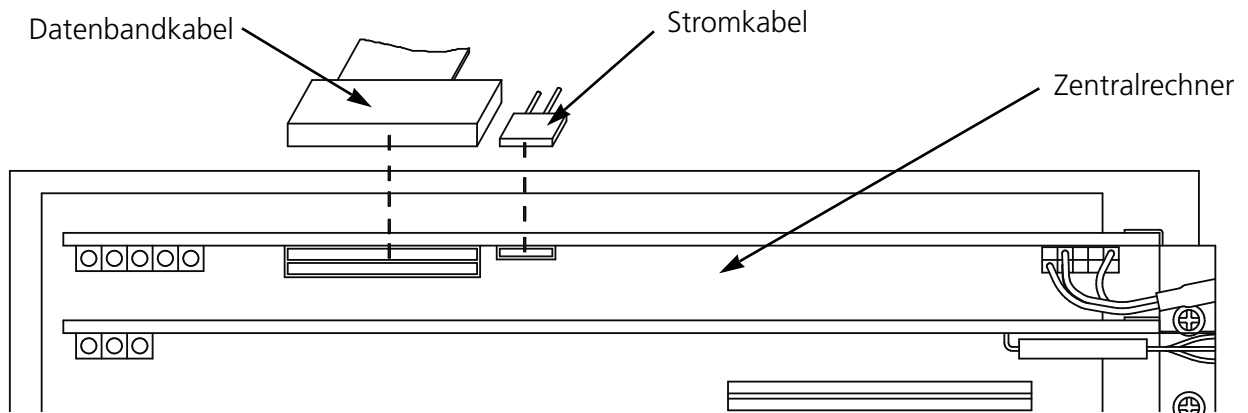

Abbildung 3-7
4. Das Flachbandkabel in die Schnittstelle der entsprechenden Karte des CPU PCB stecken (siehe Abb. 3-7). Das Stromkabel in die Schnittstelle neben dem Flachbandkabel stecken.